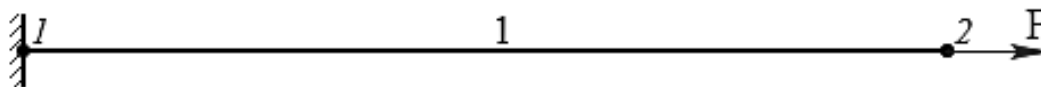

Рис. 6.2 – Схема стержня к заданию 1
1. Дан жестко заделанный стержень (рис. 6.2). К его концу приложена сила F , Н. Определить реакцию связей в жесткой заделке, построить эпюру продольных сил N , Н.